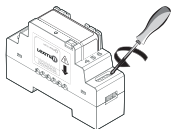

Imagen 4
5. Con el fin de facilitar la conexión, desatornille los 6 tornillos del bloque de bornes de conexión de la caja para carril DIN (véase imagen 4).